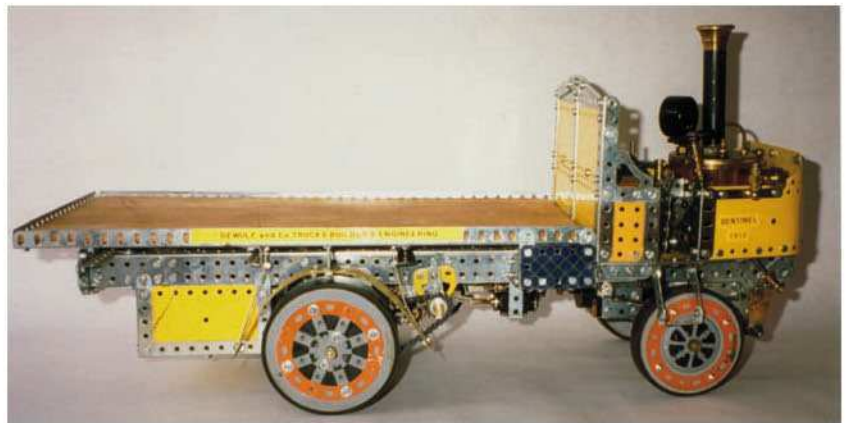

Figure 2
- Roues en bois (Figures 2 et 4) cerclées d'un bandage caoutchouc.
La transmission finale, par chaîne, de l'original est factice. Le grand pignon à chaîne (Figure 4) tourne avec la roue. La chaîne entraîne un petit pignon (Figures 2 et 4) pour simuler la transmission originale.